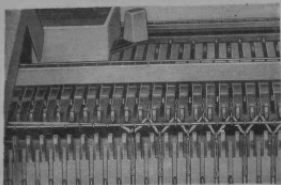

Рис. 24
- Олустив вниз гребенку (рис. 24), к ней подвешивают на одинаковом расстоянии 3 малых грузика.